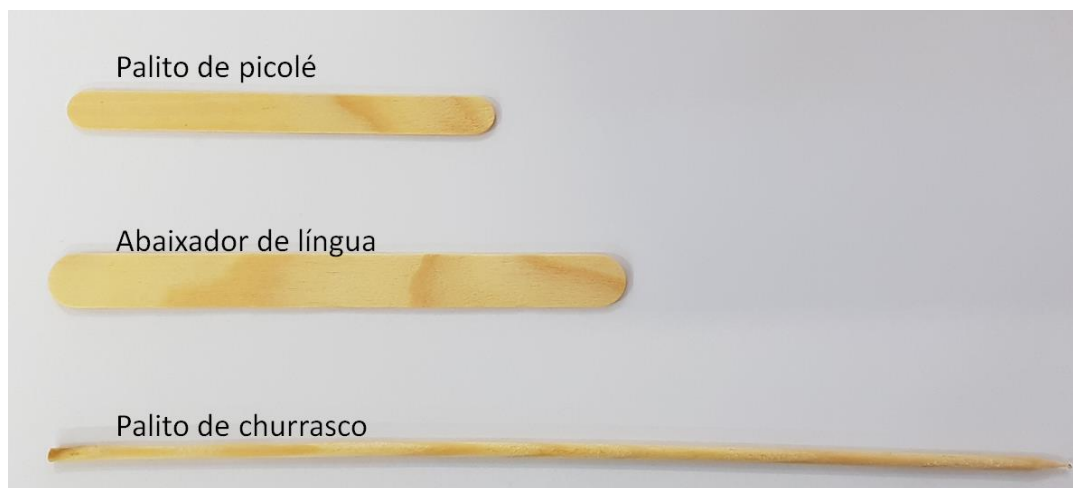

Figura 6-3: Palitos de madeira.
6.5 Serão distribuídos três tipos de palitos de madeira (Figura 6-3): palitos de picolé, abaixadores de língua e palitos de churrasco. Os palitos de picolé têm dimensões aproximadas de 1,7x9,7x105 mm, com massa aproximada de 1,1 g. Os abaixadores de língua têm dimensões aproximadas de 1,7x13,3x141 mm, com massa aproximada de 2,2 g. Os palitos de churrasco têm dimensões aproximadas de Ø3,5x250 mm, com peso aproximado de 1,4 g. A variabilidade dimensional e de massa dos palitos de madeira deve ser levada em consideração no projeto, foi medida diferença de massa de até 20% com relação à média, para fins de referência.